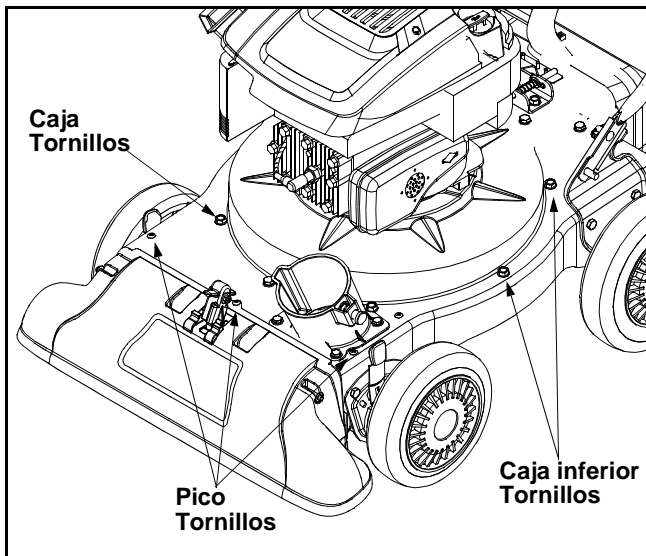

Figura 14
- Saque los tres tornillos de la caja superior que unen la cubierta del pico y los nueve tornillos que unen la caja inferior a la superior. Ver Figura 14.